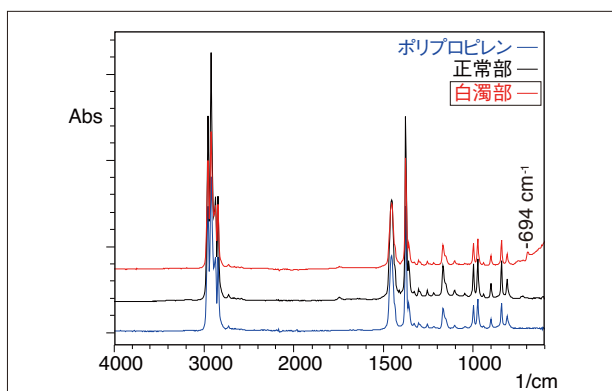

Fig. 2 正常部，白濁部の赤外スペクトルとポリプロピレンのライブラリスペクトルとの比較
プリズムがダイヤモンドの1回反射型ATR測定装置を使用してFig. 1の食品トレー正常部と白濁部を測定しました。測定条件をTable 1に，また得られた赤外スペクトルとスペクトル検索により一致したポリプロピレン (PP) のライブラリスペクトルをFig. 2にシフト表示で示します。